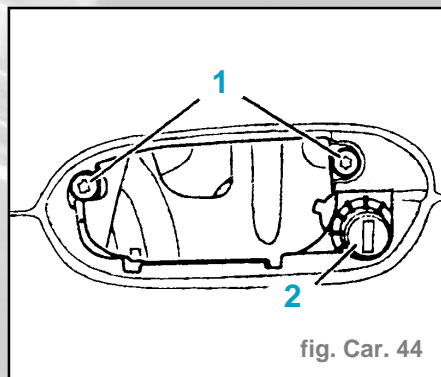

fig. Car. 44
- Déposer les vis (1) et retirer la serrure (2) (support de poignée extérieure) (fig. Car. 44).